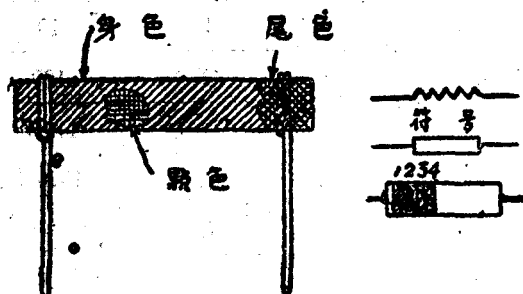

图6 炭质电阻器
1. 炭质的电阻器 如图6所示，是用炭粉，绝缘材料和结合剂混合后压制而成的。这种电阻器的优点是阻值高，体积小，成本低。
炭质电阻器的阻值一般用四位色标来表示。各种颜色和所代表的数字规定在下表内。第一位和第二位为数字，第三位为倍数，单位为欧姆，第四位为阻值的误差率。电阻器上常用的色标排列法是色圈法。如图6中的